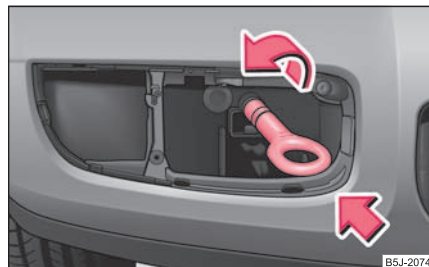

Fig. 197 Pare-chocs avant:
- Visser manuellement l'oeillet de remorquage à fond vers la gauche ⇒ fig. 197.